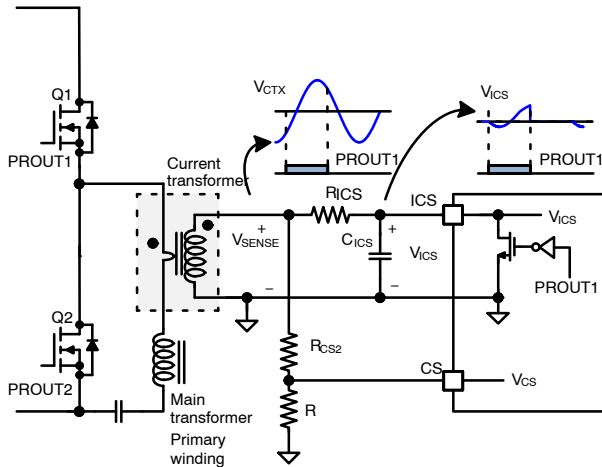
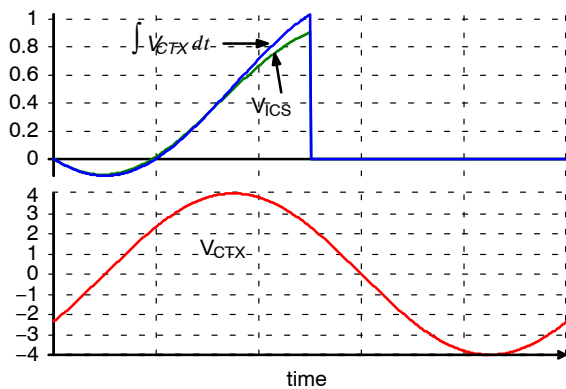
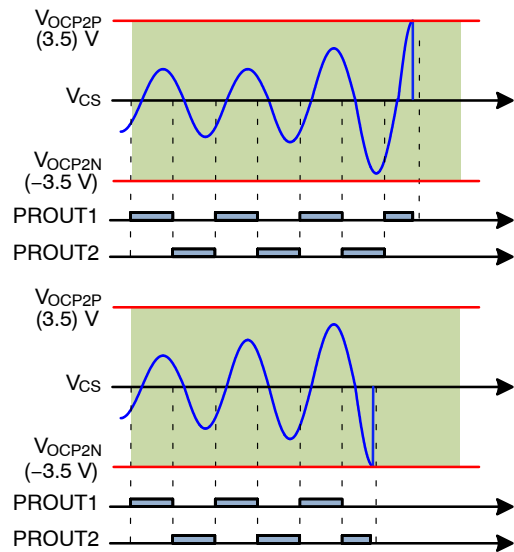

图 61. FAN7688 的电流感测
图 62. 通过  $V_{SENSE}$  生成积分信号 ( $V_{ICS}$ )
图 66. CS 引脚的过流保护
FAN7688 可检测瞬时开关电流和开关电流的积分，如图 61 所示。由于 FAN7688 位于次级端，因此通常使用电流互感器检测初级端电流。如果 PROUT1 低，ICS 引脚将通过内部复位 MOSFET 箝位在 0 V。反之，如果 PROUT1 高，ICS 引脚将不会被箝位，且积分电容 ( $C_{ICS}$ ) 将根据感测电阻电压 ( $V_{SENSE}$ ) 和 ICS 引脚电压之间的压差进行充放电。在正常运行期间，由于功率限制阈值为 1.2 V，因此 ICS 引脚的电压小于 1.2 V。电流感测电阻和电流互感器匝数比的设计应满足在满载条件下，电流感测电阻上的电压 ( $V_{SENSE}$ ) 大于 4 V。因此，充电和放电电流  $C_{ICS}$  应几乎与电流感测电阻上的电压 ( $V_{SENSE}$ ) 成比例关系。图 62 比较了  $V_{SENSE}$  的幅度为 4 V 时 VICS 信号与理想的积分信号。由图可知，VICS 信号与理想的积分信号之间存在大约 10% 误差，对于大多数设计来说这是可以接受的。如果需要更高精度的 VICS，则应增加  $V_{SENSE}$  的幅度。
6. 过流保护 (OCP2)：当  $V_{CS}$  大于 3.5 V 或小于 -3.5 V 时，将触发过流保护 (OCP)。CS 引脚上感测到初级端瞬时电流。由于 CS 引脚上的 OCP 阈值为 3.5 V 和 -3.5 V (如图 66 所示)，因此通常通过使用分压器从  $V_{SENSE}$  获得 CS 信号，如图 61 所示。OCP 触发有 150 ns 的去抖动时间。